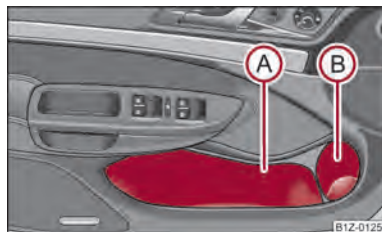

Fig. 82 Compartimento guarda objetos en las puertas delanteras
A fin de no menoscabar el radio de acción del airbag lateral, utilice la zona (A) ⇒ fig. 82 del portaobjetos sólo para depositar en ella objetos que no sobresalgan.